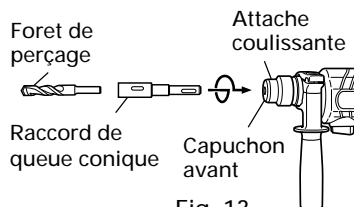
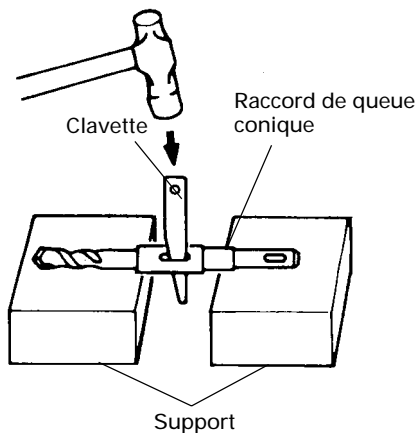

Fig. 13
Fig. 14
- (1) Monter le raccord de queue conique sur le marteau rotatif à percussion. (Fig. 13)
- (2) Fixer la mèche (queue conique) sur le raccord de queue conique. (Fig. 13)
- (3) Mettre l'interrupteur sur la position de ON (marche) et percer un trou de la profondeur voulue.
- (4) Pour retirer la mèche (queue conique), introduire la clavette dans la fente du raccord de queue conique et frapper la tête de la clavette avec un marteau alors que la perceuse est placée sur le support. (Fig. 14)